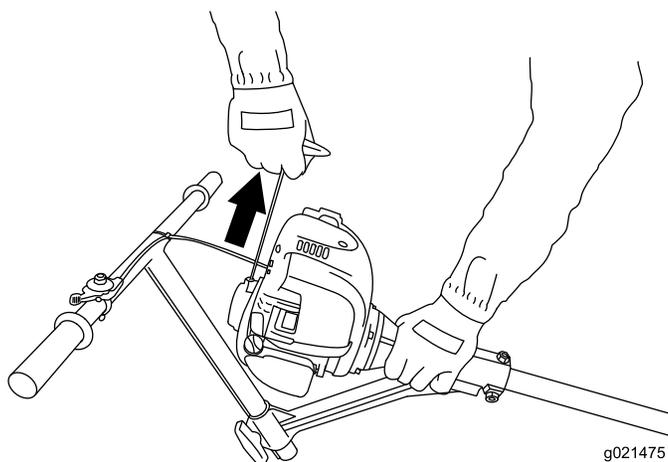

Figure 20
4. Placez la commande du moteur en position de Marche (ON).
5. Tirez légèrement sur la poignée du lanceur jusqu'à ce que vous sentiez une résistance, puis tirez vigoureusement (Figure 20).